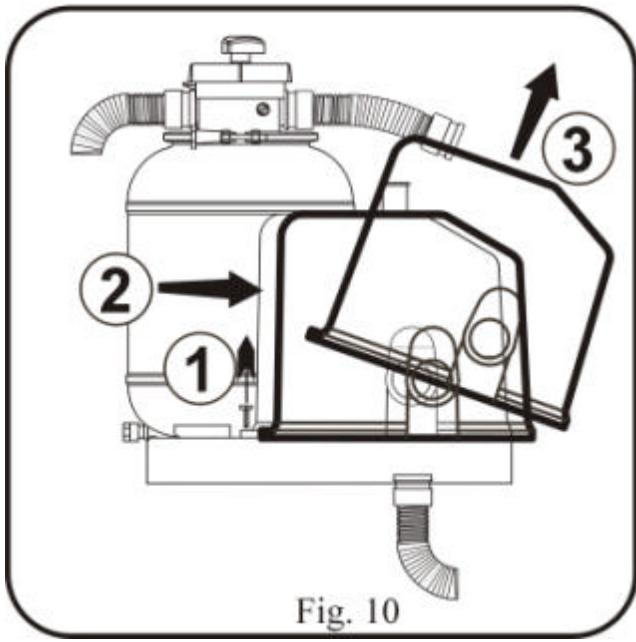

Fig. 10
- ? Desaperte os dois parafusos que prendem a carcaça do filtro e levante-a (Fig.10).